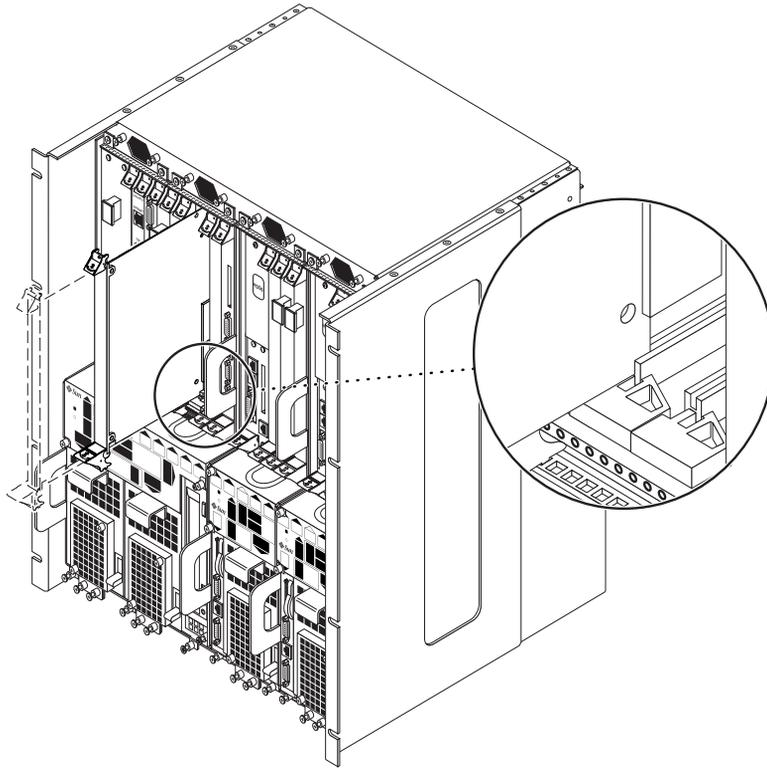

图 4-6 将卡与插件箱切块对齐
9. 到系统前部，保持该卡垂直，将前 I/O 卡滑动插入两个导轨间的插槽中（图 4-6）。